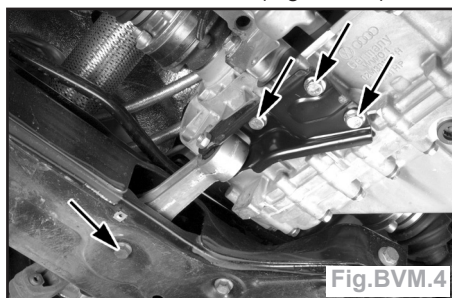

Fig.BVM.4
- Déposer le tirant antibasculement entre la boîte et le berceau (Fig.BVM.4).